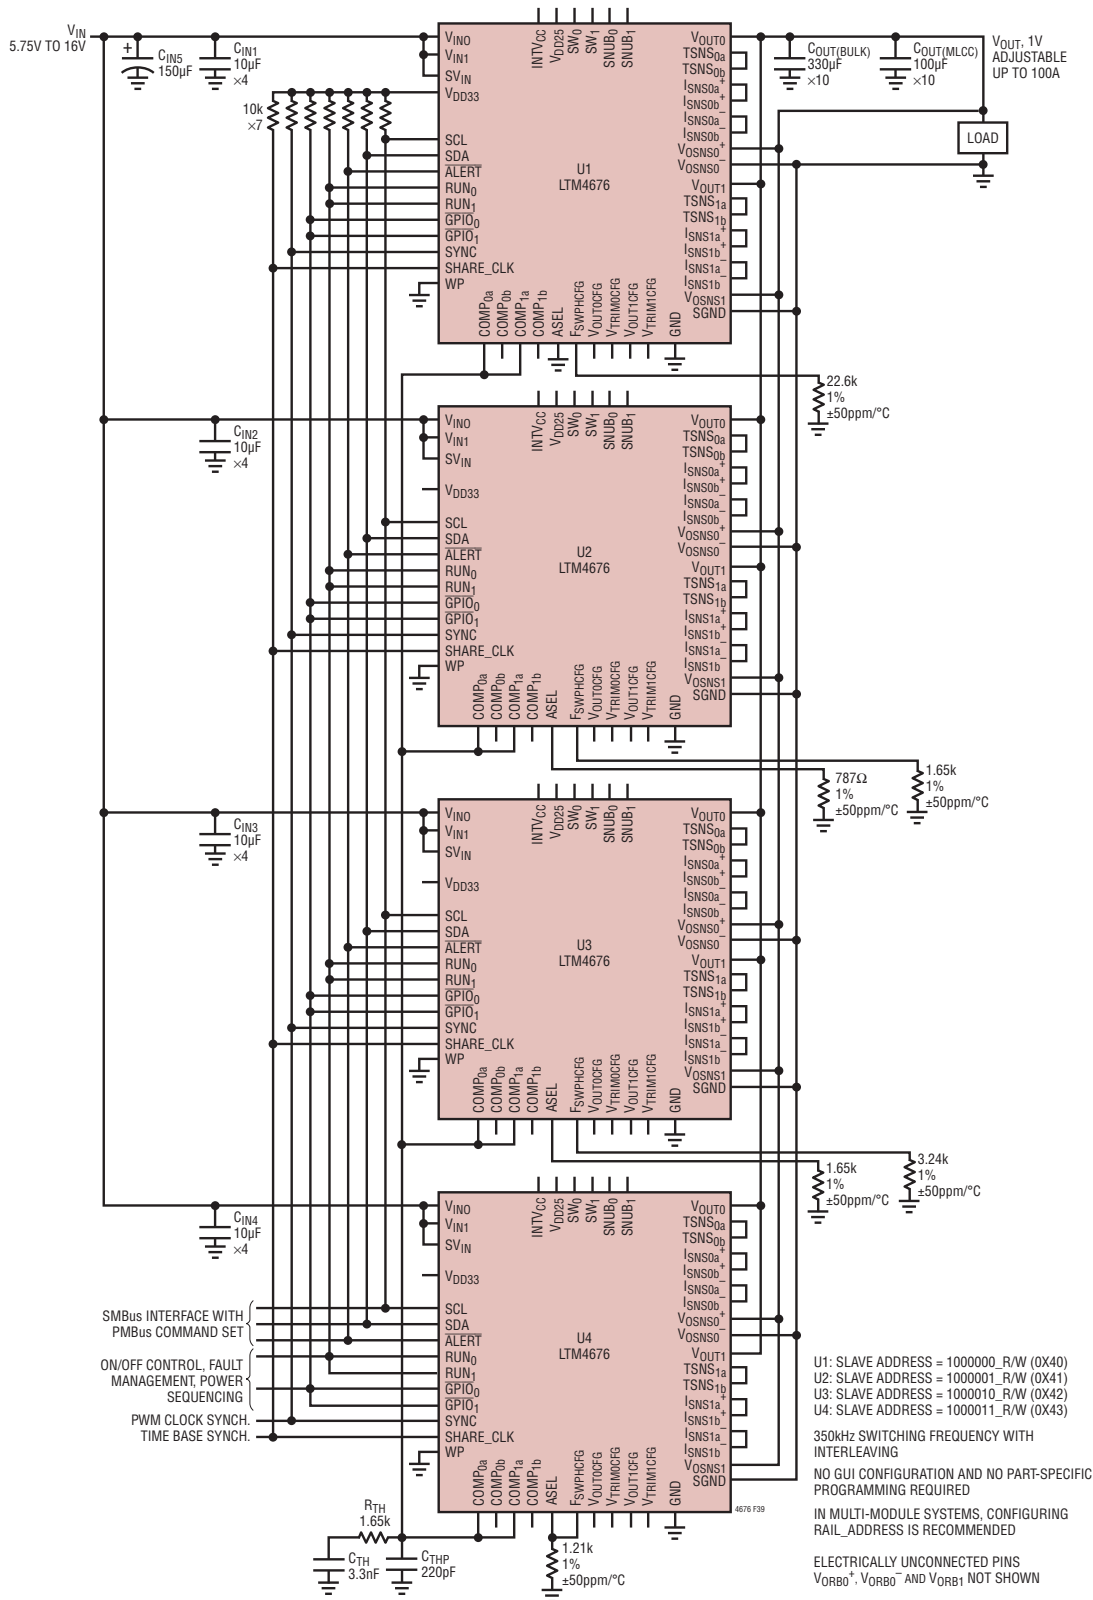

図 39. 並列接続された 4 個の LTM4676 が最大 100A で 1V 出力を生成。2 線 I²C/SMBus/PMBus シリアル・インタフェースでアクセス可能なパワー・システム・マネージメント機能を搭載。評価や詳細情報については、デモボード DC1989、DC1989A-C を参照
- 並列モジュールの場合は、図 39 に示すように、 V_{OUTn} 、 V_{OSNS0+}/V_{OSNS-} や $V_{OSNS1}/SGND$ の電圧検出用差動ペア入力、 $RUNn$ 、 $\overline{GPIO_n}$ 、 $COMP_{na}$ 、 $SYNC$ 、 $SHARE_CLK$ の各ピンを互いに接続します。